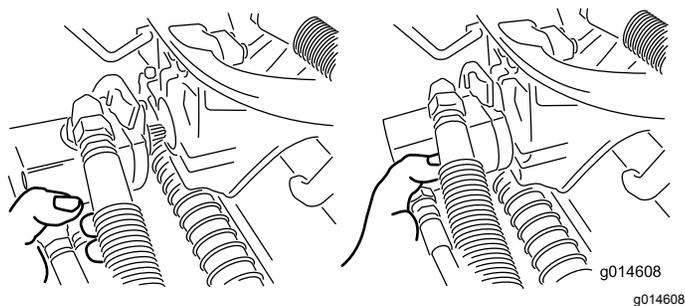

Рисунок 49
3. Переместите электродвигатель на место хранения на передней стороне рычага подвески (Рисунок 49).